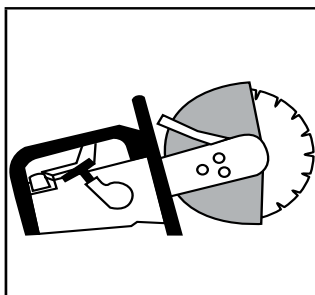

Figura 23. Sierra manual
- Motosierras (Con hoja de diamante). (Figura 23) (Figura 23). Son muy rápidas, brindan precisión en el corte y excelente movilidad. Sin embargo, generan mucho polvo. Funcionan generalmente a gasolina, con motores similares a los utilizados en las sierras de cadena.